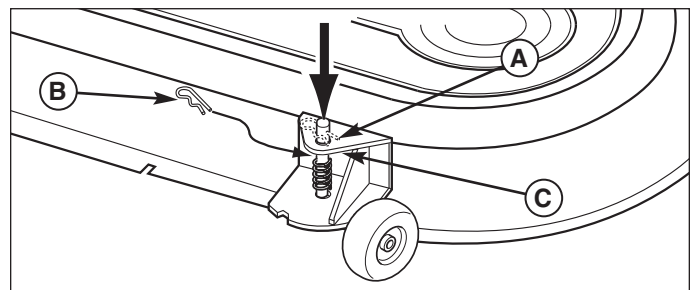

Figure 46. Réglage des roulettes-guides
1. Retirer l'agrafe en épingle à cheveux (A, B, Figure 46).
2. Pour la position haute, installer l'agrafe (A) à travers l'axe au-dessus du support (C). Pour la position basse, appuyer sur le dessus de l'axe et installer l'agrafe en épingle à cheveux (B) sous le haut du support (C).